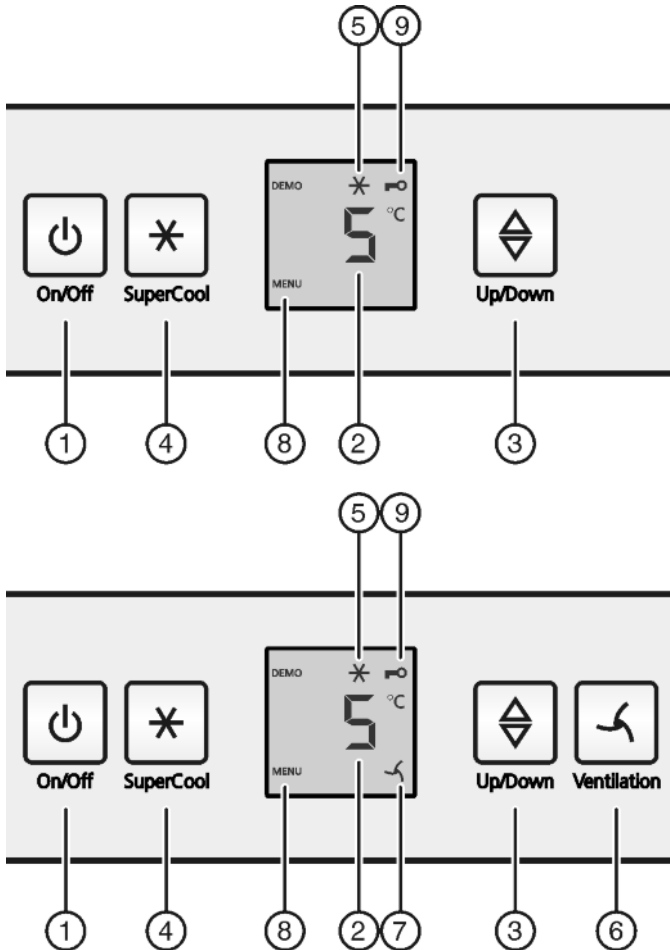

Fig. 2
- ▶ Нажать кнопку On/Off Fig. 2 (1).
- ▶ Нажмите кнопку «SuperCool» Fig. 2 (4) и удерживайте ее прим. 5 секунд.
- ▷ На индикаторе будет отображаться символ «Меню» Fig. 2 (8).
- ▶ Для подтверждения нажать и отпустить кнопку «SuperCool» Fig. 2 (4).
- ▷ На индикаторе горит символ «Защита от детей» Fig. 2 (9).
- ▶ Нажать и отпустить кнопку «On/Off» Fig. 2 (1).
▶ Активация модуля регулировки температуры: нажмите кнопку настройки Fig. 2 (3).
▶ Температуру меняйте ступенями по 1 °C: нажимайте кнопку настройки Fig. 2 (3) до тех пор, пока на индикаторе температуры не будет высвечена требуемая температура.
- ▶ Коротко нажмите кнопку SuperCool Fig. 2 (4).
- ▷ На индикации горит символ SuperCool Fig. 2 (5).
- ▷ Символ SuperCool Fig. 2 (5) на индикации гаснет.
- ▶ Коротко нажмите кнопку "Вентиляция" Fig. 2 (6).
- ▷ Символ Вентиляция Fig. 2 (7) горит.
- ▷ Символ Вентиляция Fig. 2 (7) не горит.